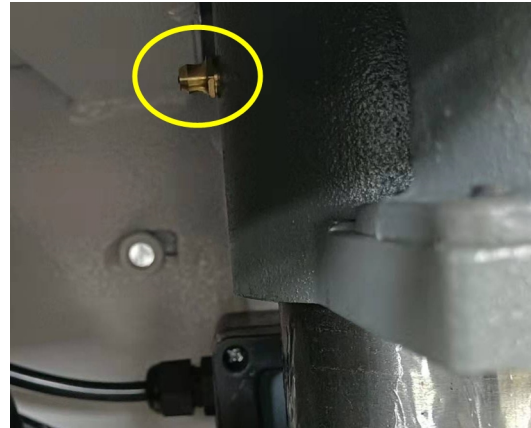

Abb. 26: Schmiernippel
Schmieren Sie regelmäßig (min. 1x im Monat) alle Führungen der Maschine sowie die Spindel der Höhenverstellung des Dickentisches durch den Schmiernippel (Abb.26). Die Maschinenabdeckung (Abb.31) entfernen um den Abschmiernippel zu erreichen.
- Schritt 4: Drehen Sie die Hobelwelle und stellen Sie das Messer auf die Höhe der Fläche B (Abb.26) ein.